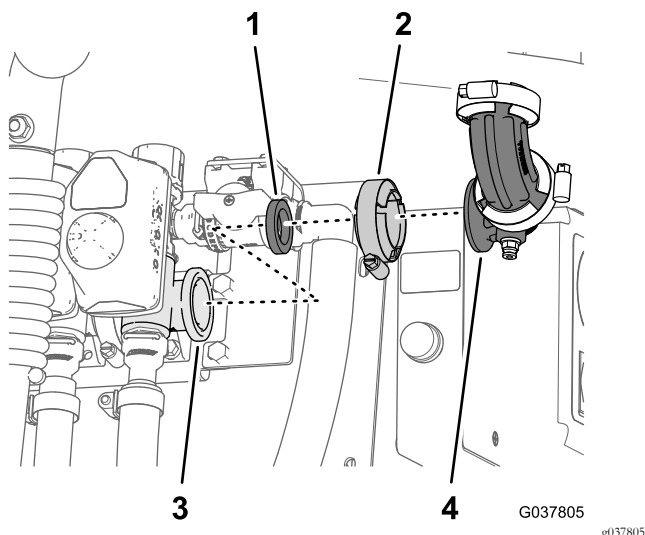

Bild 89
1. Nehmen Sie die Flanschklamme, den 90°-Krümmer und die Dichtung am Flansch des rechten Auslegerabschnittventils ab (Bild 89).